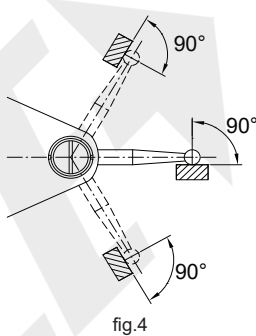
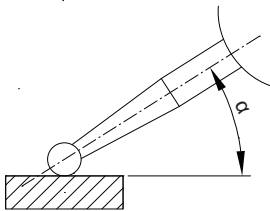

fig.4
fig.5
- 3. Durante a medição, a ponta deve estar na vertical em relação à direção de medição (fig. 4). Quando a ponta estiver em um ângulo com a direção de medição (fig. 5), a seguinte correção deve ser feita.